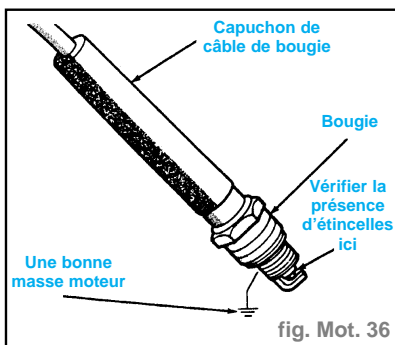

fig. Mot. 36
- Introduire une bougie neuve dans le nouveau capuchon de bougie. Mettre à la masse la bougie au moteur (fig. Mot. 36). Ne pas tenir avec les mains.